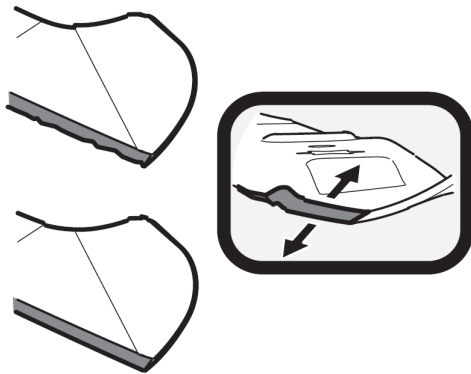

Figure 51
1. カッティングブレードを適切に研ぐには、ブレードの両端から、後縁に平行に、25°から30°の角度でカッティングエッジに沿って等量の金属を取り除きます。適切な刃のバランスを維持するために、常に各刃先を均等に研磨してください。図51を参照してください。